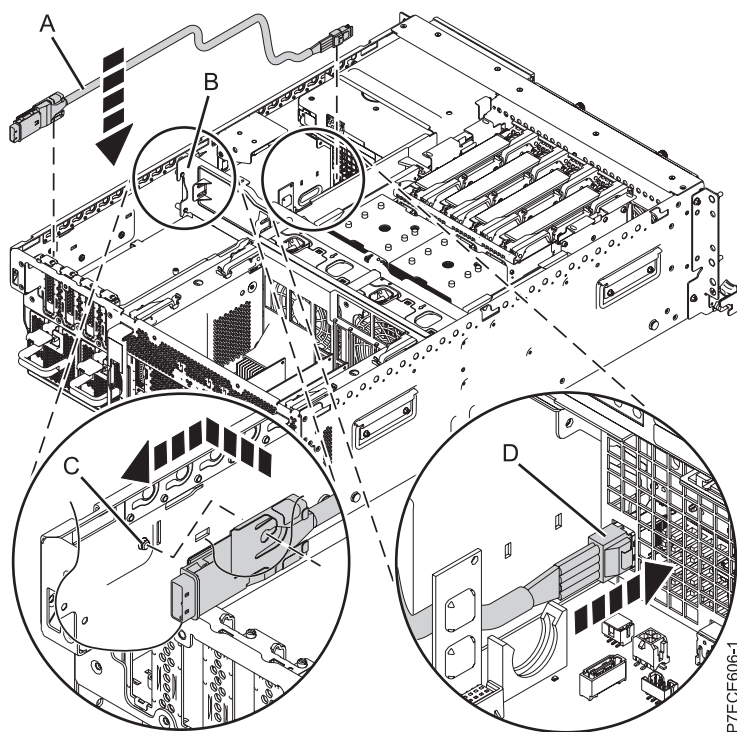

Figure 28. Remplacement du câble SAS
3. Connectez le capuchon SAS du câble SAS (A) au port de connexion SAS externe situé à l'arrière du fond de panier système jusqu'à ce qu'il s'enclenche (voir figure 28).
4. Disposez le câble (A) à plat près de la paroi latérale et faites-le glisser via l'équerre centrale (B) vers le port de connexion SAS sur le fond de panier de l'unité de disque.
5. Poussez le capuchon SAS (D) dans le port de connexion SAS sur le fond de panier de l'unité de disque jusqu'à ce qu'il s'enclenche.